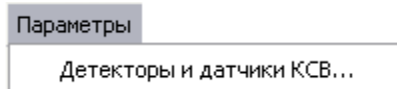

Рисунок 2 – Вид окна ПО выбора характеристики головки детекторной или датчика КСВ
7.2.5 Выбрать характеристику головки детекторной общую для всех входов, загрузив ее с компакт-диска из состава поверяемого P2M–40 (рисунок 2).